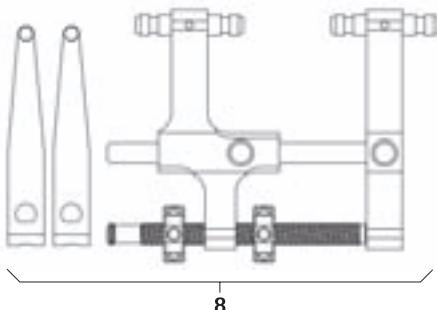

Abb. 14
- ▶ Distraktor 8 mit Distraktionsblättern montieren, siehe Abb. 14.